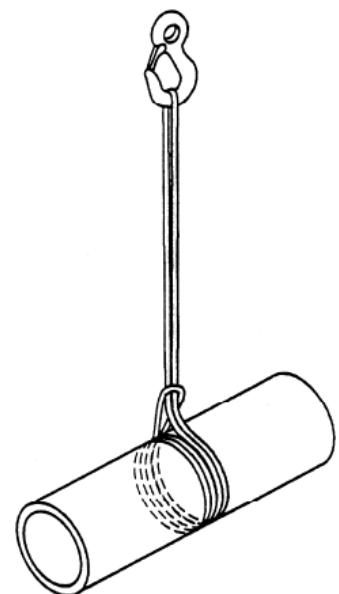

Fig. 1
- Wenn ein Hebeband im Schnürgang verwendet wird, sollte es so angebracht werden, dass es den natürlichen Schnürwinkel ( $120^\circ$ ) bilden und Wärmeentwicklung durch Reibung vermeiden kann. Es sollte niemals eine Position für die Rundschlinge erzwungen werden, und es sollte keinesfalls versucht werden, die Schnürung nachzuspannen. Das korrekte Verfahren zur Sicherung einer Last im doppelten Schnürgang wird im Bild 1 dargestellt. Ein doppelter Schnürgang bietet eine größere Sicherheit und verhindert, dass die Last durch die Rundschlinge rutscht.